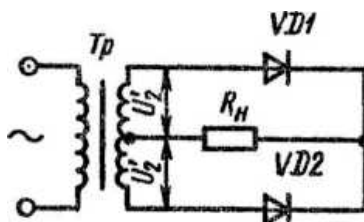
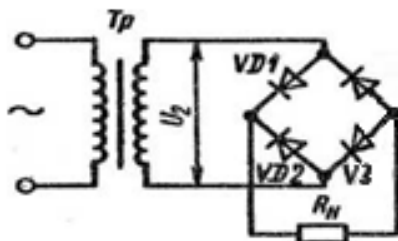

Рис. 2.1. Двухполупериодный выпрямитель со средней точкой
Рис. 2.3. Двухполупериодная мостовая схема выпрямителя
где U_{2m} – амплитуда напряжения вторичной обмотки трансформатора; для двухполупериодного выпрямителя со средней точкой (рис. 2.1) и мостовой схемы (рис. 2.3):
Амплитуда напряжения вторичной обмотки трансформатора двухполупериодной схемы выпрямителя (рис. 2.1) $U'_{2m} = 210 \text{ В}$. Определить выпрямленный ток, проходящий через каждый диод I_0 , если сопротивление нагрузки $R_H = 510 \text{ Ом}$.
Выпрямленное напряжение для выпрямителя со средней точкой (рис. 2.1):
4. В схеме двухполупериодного выпрямителя (см. рис. 2.1) через нагрузку проходит постоянный ток $I_0 = 600 \text{ мА}$. Можно ли в схеме использовать диоды типа Д229В, у которых наибольший средний прямой ток не более 400 мА?
5. Определить частоту пульсации первой гармоники напряжения на нагрузке двухполупериодного выпрямителя (см. рис. 2.1), если напряжение первичной обмотки трансформатора имеет частоту $f_c = 400$ Гц?
6. Для схемы двухполупериодного выпрямителя (см. рис. 2.1) определить выпрямленное напряжение на нагрузке U_0 , если действующее значение напряжения вторичной обмотки трансформатора $U_2 = 120$ В.
7. В схеме двухполупериодного выпрямителя (см. рис. 2.3) обратное напряжение, действующее на каждый диод, $U_{обр} = 471,2$ В. Определить выпрямленное напряжение на нагрузке U_0 .
8. Определить амплитуду переменного напряжения на нагрузке в схеме двухполупериодного выпрямителя (см. рис. 2.3), если выпрямленный ток, проходящий через каждый диод, $I_0 = 70$ мА, а сопротивление нагрузки $R_H = 39$ Ом.
9. Частота колебаний пульсации выпрямленного напряжения в схеме двухполупериодного выпрямителя (см. рис. 2.1) $f_c = 2$ кГц. Какова частота питающей сети?
10. Определить выпрямленное напряжение U_0 на нагрузке двухполупериодной мостовой схемы выпрямителя (рис. 2.3), если амплитуда напряжения первичной обмотки трансформатора $U_{1m} = 150$ В, а коэффициент трансформации трансформатора $n = 2$.
11. В двухполупериодной мостовой схеме выпрямителя (рис. 2.3) обратное напряжение на диодах $U_{обр} = 235,5$ В. Определить ток, проходящий через каждый диод, если сопротивление нагрузки $R_H = 390$ Ом.
12. Определить действующее значение напряжения вторичной обмотки трансформатора в схеме двухполупериодного мостового выпрямителя (рис. 2.3), если через каждый диод идет ток $I_0 = 150$ мА, а сопротивление нагрузки $R_H = 430$ Ом.
13. Для двухполупериодной мостовой схемы выпрямителя (рис. 2.3) определить обратное напряжение на диодах, если через каждый диод идет ток $I_0 = 250$ мА, а сопротивление нагрузки $R_H = 680$ Ом.